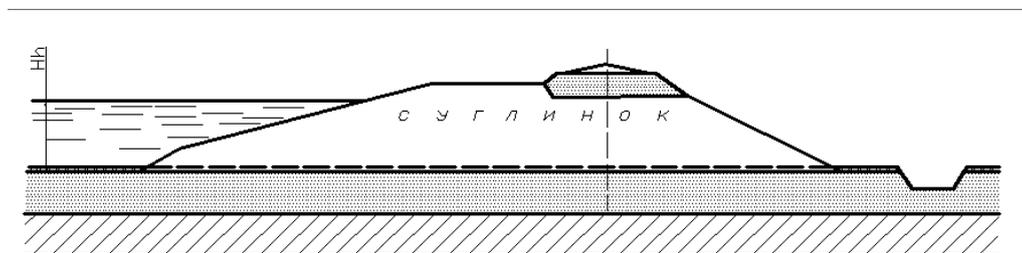

Рис.6.19. Фрагмент чертежа плотины
15. Выполните по произвольным размерам построение фрагмента чертежа плотины (*Рис.6.19*).